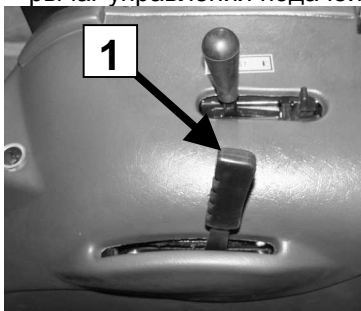

Рис. E-5 Рычаг 1 управления подачей топлива (рычаг «газ») (с правой стороны сиденья)
- рычаг управления подачей топлива (рычаг «газ») (рис. E-5) установить на подачу;
Не следует останавливать двигатель при высокой температуре смазочного масла и охлаждающей жидкости. Рекомендуется, чтобы двигатель работал с малой скоростью до момента снижения температуры и масла, и жидкости. Для остановки двигателя нужно перевести ручной рычаг управления подачей топлива (рис. E-5) в положение «минимум», а затем потянуть ручку остановки двигателя «СТОП» (рис. E-8). В случае окончания работы нужно выключить аккумулятор (рис. E-1). Контрольные лампочки на приборной панели должны погаснуть.